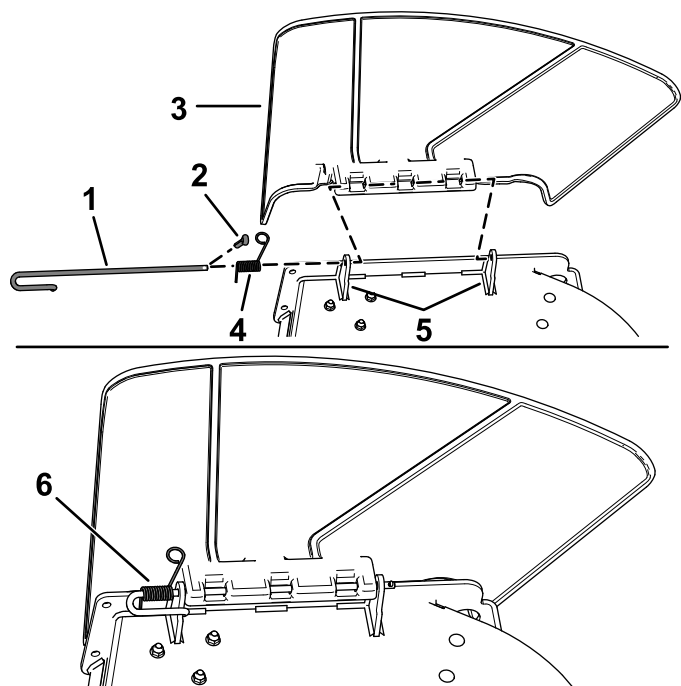

Figura 75
1. Togliete la coppiglia (Figura 75).
2. Sganciate la molla dalla tacca presente sulla staffa del deflettore e fate scorrere l'asta per estrarla dalle staffe saldate del piatto di taglio, dalla molla e dal deflettore di scarico (Figura 75).
9. Montate la coppiglia (Figura 75).